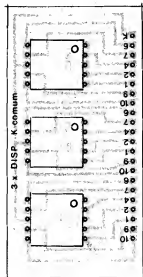

Fig.4
- FIG. 4 - CHAPEADO DA PLACA "B" - Agora pelo "outro" la-